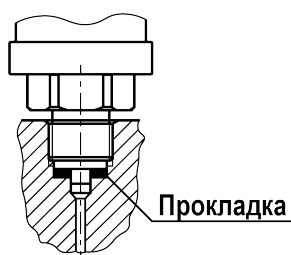

Рисунок 6.6 – Место уплотнения
1. Уплотнить пространство между штуцером и гнездом с помощью прокладки (см. рисунок 6.6).